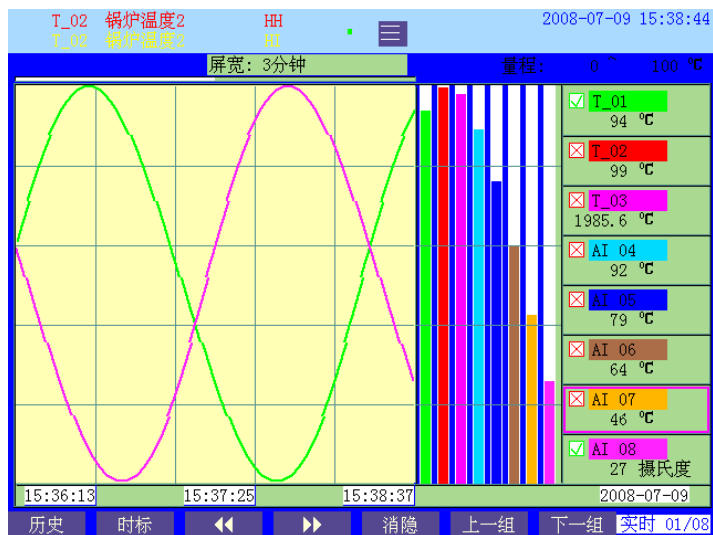

图 6-7
- 实时曲线最右端显示的是当前时刻的曲线。当用户需要简单明了的观察单个或多个通道的通道曲线时，可以利用旋钮和面板上【消隐】进行消隐的设定。用旋钮将光标移动至需要设置的通道，单击面板上的【消隐】选择是否显示该通道曲线，当屏幕中的“√”标志切换成“×”标志时，屏幕中该通道的曲线不显示，如图 6-7 所示。